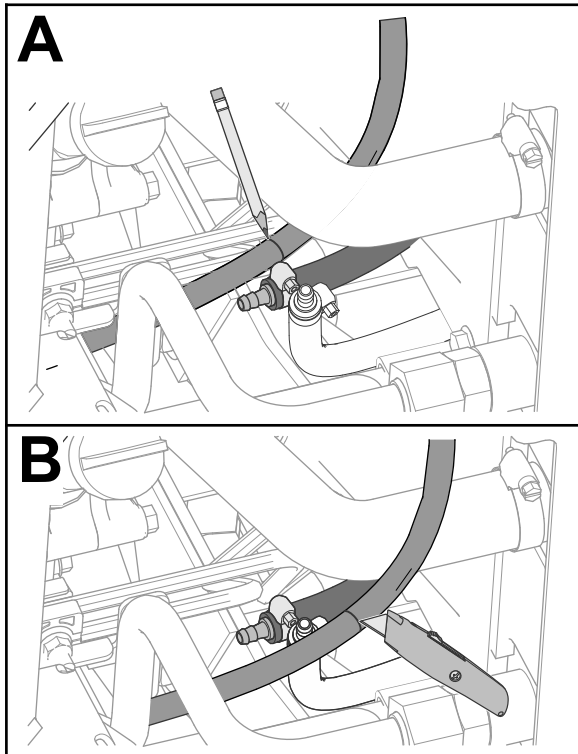

Figure 15
3. Sans changer le chemin du flexible, placez le flexible du réservoir de carburant près du flexible intérieur du refroidisseur de carburant (Figure 15).
4. Faites un repère sur le flexible de carburant au niveau du raccord cannelé (Figure 15).
5. Coupez le flexible à cet emplacement (Figure 15).